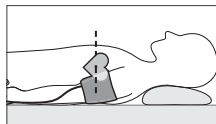

Рис.4
2. Вы можете измерять давление и лежа на спине (рис. 4). Смотрите вверх, сохраняйте спокойствие и не двигайтесь во время измерения. Обязательно удостоверьтесь, что место измерения на плече находится приблизительно на том же уровне, что и сердце.